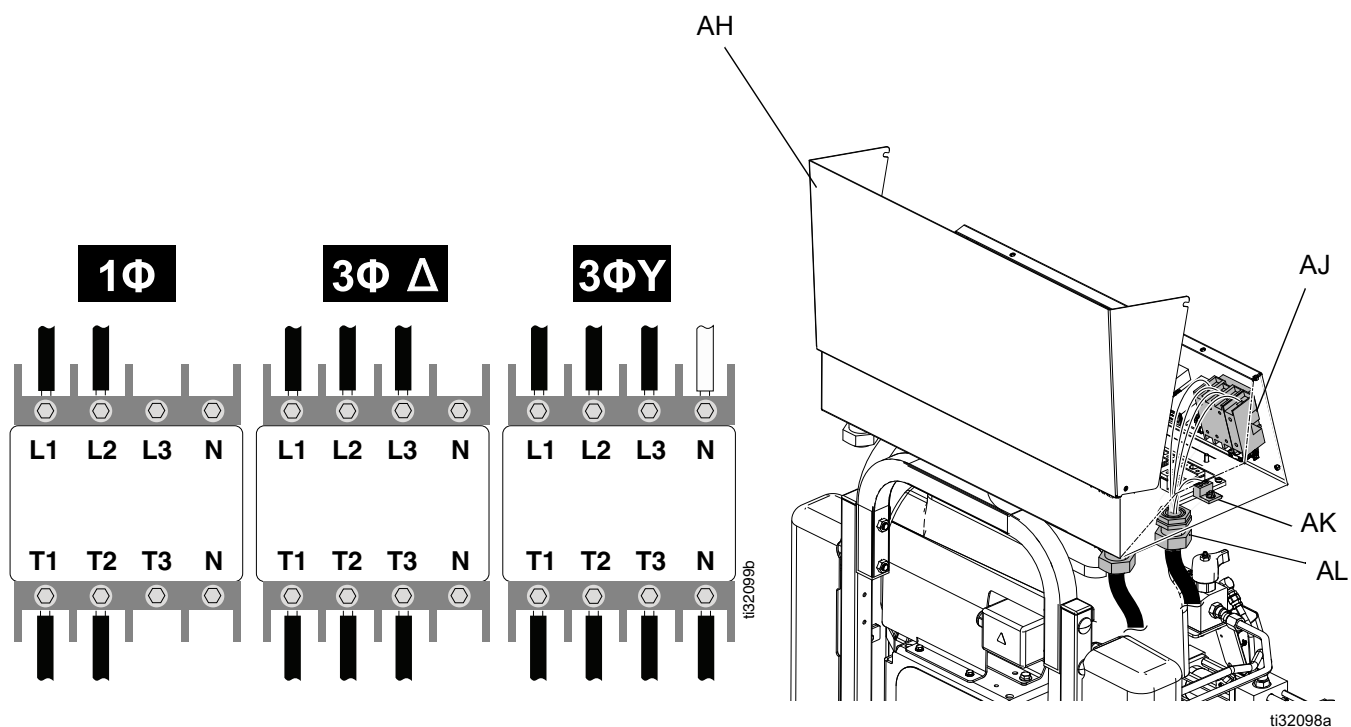

FIG. 8 : Raccordement des fils d'alimentation entrants
- Tournez l'interrupteur d'alimentation principale (CE) sur OFF (Arrêt).
- Ouvrir la porte du boîtier électrique (AH) en desserrant les boulons (BH) et en relevant la porte. Voir la FIG. 8.
- Faites passer le cordon d'alimentation dans le passe-fils du cordon d'entrée électrique (AL) dans le coffret électrique (C). Serrer l'attache du cordon électrique (AL). Voir la FIG. 8.
- Raccordez les fils d'alimentation entrants aux cosses débranchables principales (AJ) et à la cosse de mise à la terre principale (AK) comme illustré à la FIG. 8. Serrez au couple de 6,2 N•m. Tirez doucement sur tous les branchements pour vérifier qu'ils sont correctement installés.
- 230 V, monophasé** : À l'aide d'une clé Allen de 5/32 ou 4 mm, branchez deux cordons d'alimentation sur L1 et L2. Raccordez le vert à la terre (AK).
- 230 V, triphasé** : À l'aide d'une clé Allen de 5/32 ou 4 mm, branchez trois cordons d'alimentation sur L1, L2 et L3. Raccordez le vert à la terre (AK).
- 400 V, triphasé** : À l'aide d'une clé Allen de 5/32 ou 4 mm, branchez trois cordons d'alimentation sur L1, L2 et L3. Raccordez le fil neutre sur N. Raccordez le fil vert sur la cosse de mise à la terre (AK).
- Vérifiez que tous les éléments sont correctement branchés comme illustré à la FIG. 8. Fermez la porte du coffret électrique (AH) et serrez les boulons (BH).